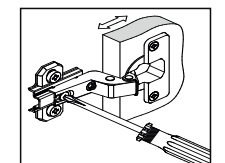

Рис. 1
9. На фасады под стекло (31) приложить стекло (38), отступив от края фасада (как показано на рис. 1), установить кляймеры (р) и зафиксировать шурупами 3x16 (н).